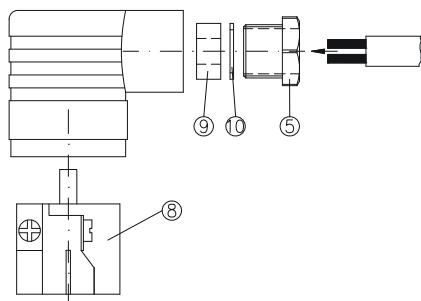

Abb. 10
- ⇒ Führen Sie die Anschlussleitung durch die Kabelverschraubung ⑤, den Druckring ⑩ und den Gummieinsatz ⑨ in die Leitungsdose ein (→ Abb. 10).